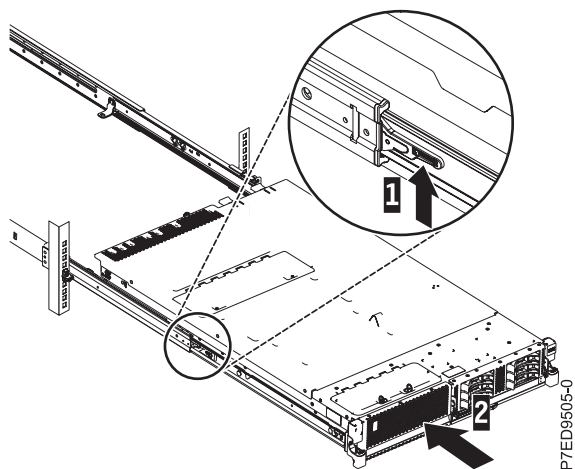

Figura 9. Pestillos de liberación y servidor
3. Levante los pestillos de liberación azules (1) de los rieles deslizantes y empuje el servidor (2) totalmente hacia el interior del bastidor hasta que quede encajado en su sitio, tal como se muestra en la Figura 9 en la página 9.